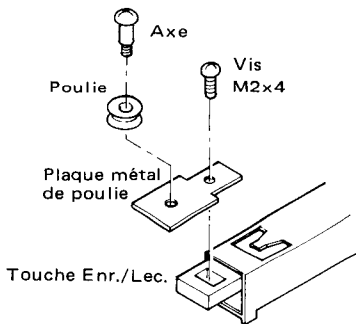

Fig. 3
2. Fixer la poulie sur la saillie la plus courte du commutateur (Fig. 3). Prendre soin de ne pas serrer trop la vis de fixation de la plaque de montage de la poulie sur le commutateur (Fig. 3).